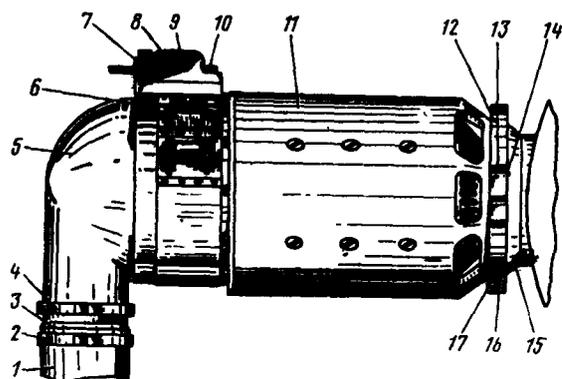

Рис. 114. Генератор переменного тока СГО-30У на главном редукторе:
2. Отсоединить от патрубка 5 (рис. 114) продува генератора шланг 1 воздухопровода, сняв хомут 4, крепящий стакан 3 к патрубку 5 или же хомут 2, крепящий шланг к стакану.
1. Установить на генератор патрубок 5 (см. рис. 114) продува, закрепив его винтами 6. Винты законтрить.